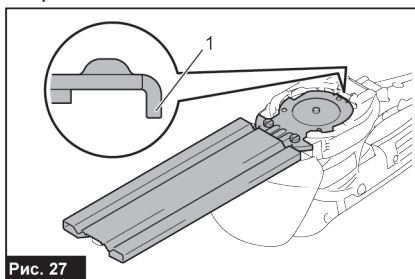

Рис. 27
6. Переверните лезвия и установите их так, чтобы штифт на инструменте вошел в отверстие на режущих ножах. Введите захват плиты основания в паз инструмента (рис. 27). Убедитесь, что режущие ножи надежно зафиксированы.